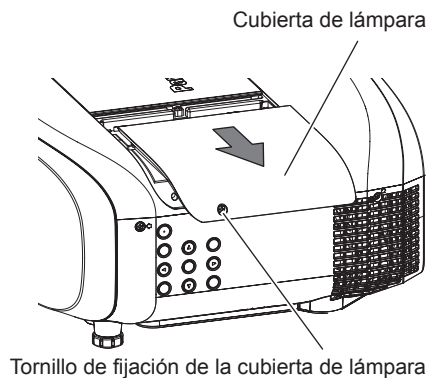

Figura 1
- 2) **Quite la cubierta de lámpara. (Figura 1)**